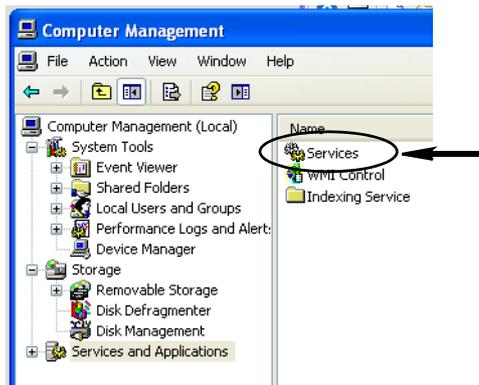

ABB. 36
c. Doppelklicken Sie auf „Dienste“ (ABB. 36).